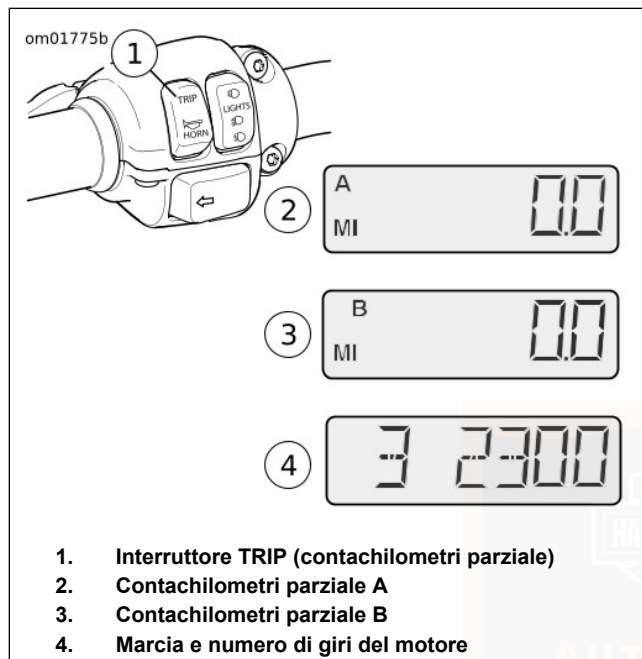

Figura 7. Contachilometri parziali, indicatore marcie e regime del motore
Vedere Figura 7. Per controllare la percorrenza o per azzerare i contachilometri parziali, premere e rilasciare l'interruttore TRIP (contachilometri parziale) (1) per visualizzare il
Vedere Figura 7. Premere e rilasciare l'interruttore TRIP (contachilometri parziale) (1) per passare dal quadrante del contachilometri a quello del numero delle marce e del contagiri (4). Il contachilometri mostra la marcia inserita (1-5) e la velocità del motore in giri al minuto (giri/min).